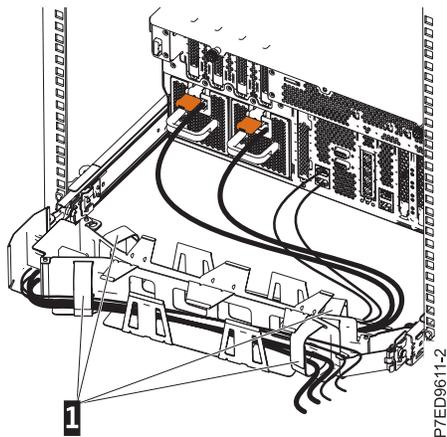

Figura 18. Recorrido y conexión del cable de alimentación
7. Haga pasar los cables de alimentación y los demás cables (incluidos los cables de teclado, monitor y ratón, si es necesario) en el brazo portacables (1), tal como se muestra en la Figura 18 en la página 14. Conecte todos los cables a la parte posterior del servidor excepto el cable de alimentación. Fije los cables con bridas o pasadores.